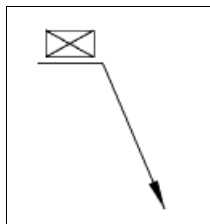

Рис. 4.37. Выноска с блоком
- ◆ **Внедрить объект** — вместо текста выноски вставляет изображение объекта чертежа (например, блока — рис. 4.37).